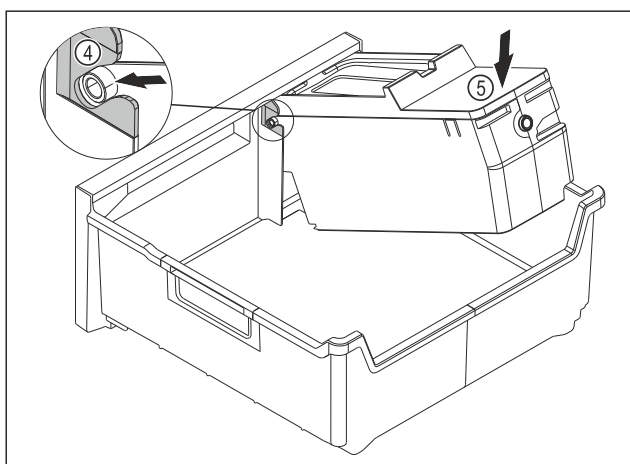

Fig. 216
- Montera EasyTwist-Ice-enheten: Skjut in axlarna på EasyTwist-Ice-enheten i styrningarna Fig. 216 (4).
- Tryck EasyTwist-Ice-enheten Fig. 216 (5) baktill nedåt.